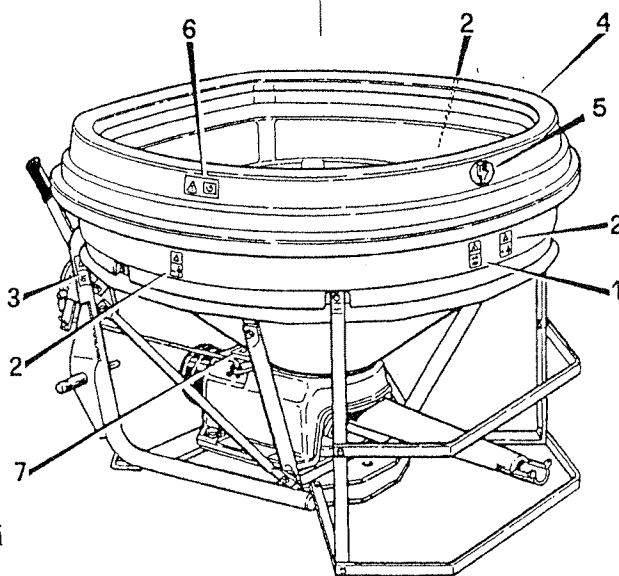

Fig.4
2.2 Le etichette della fig.3 sono applicate sulla tramoggia sul telaio e sul gruppo pendolo come indica la fig.4.
2.2 The labels showed on fig.3 are on the hopper, on the frame and on the pendulum spout unit (fig.4)